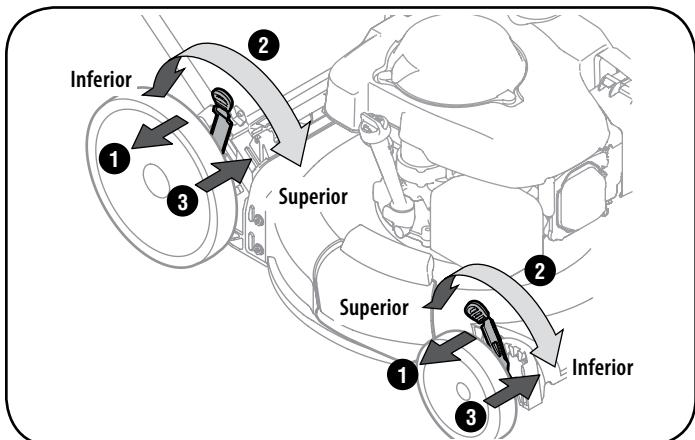

Figura 9
2. Muévala a cualquier de las posiciones para la altura de corte deseado. Vea la Figura 9.